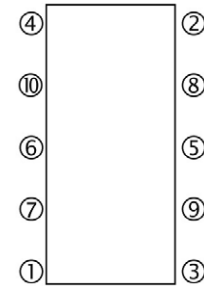

Abb.11
- Die Spannstangen gründlich säubern und fetten, einsetzen und die Muttern gleichmäßig kreuzweise anziehen (in umgekehrter Ausbaureihenfolge, siehe Abb. 11), bis der richtige Abstand zwischen den Platten vorliegt. Vergewissern Sie sich, dass der Abstand rund um die Platten gleich ist.